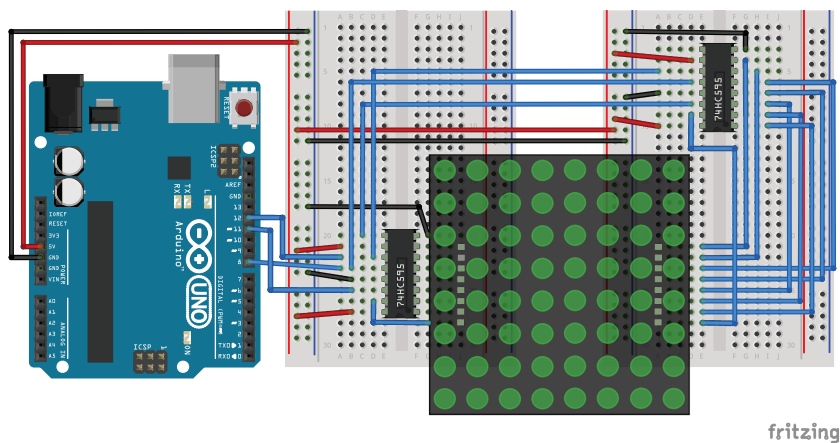

Рис. 9.2. Схема подключения светодиодной матрицы
Для подключения светодиодной матрицы к Arduino будем использовать каскадное подключение 2 микросхем 74НС595. При таком подключении биты из первого регистра будут проталкиваться в следующий в каскаде регистр. Нужно подсоединить вывод QH' первого регистра к пину DS (MOSI). Схема соединений показана на рис. 9.2.
1. Подключаем матрицу по схеме на рис. 9.2.